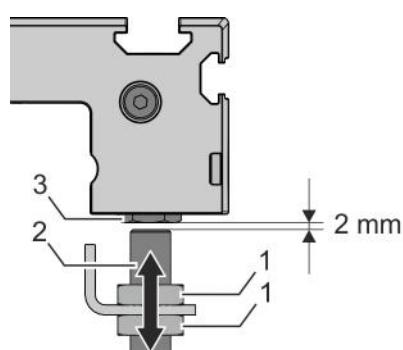

Fig. 37: Ajustar la distancia de conmutación
4. ➔ Ajuste una distancia de comutación de 2 mm entre el interruptor fin de carrera inductivo (Fig. 37/2) y el perno del rodillo (Fig. 37/3) por medio de las tuercas hexagonales (Fig. 37/1).